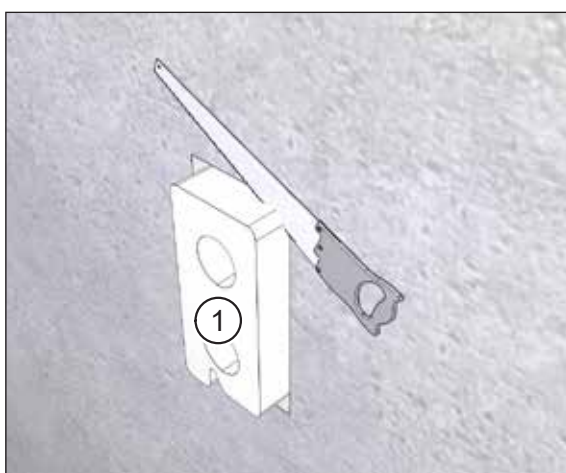
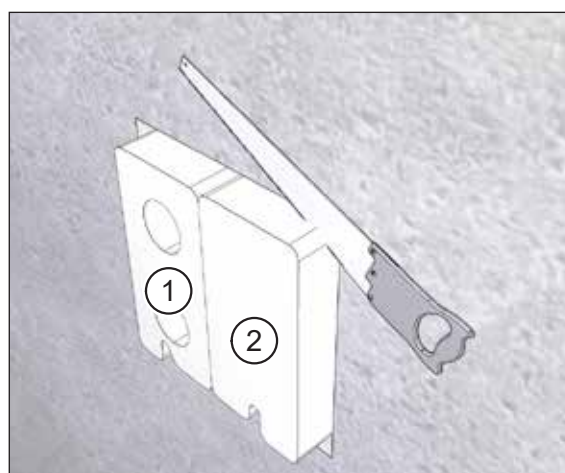

Fig. 22 : Adapter le caisson mural **sans** pièce de remplissage
Fig. 23 : Adapter le caisson mural **avec** pièce de remplissage
- ▶ Raccourcissez, avec une scie pour polystyrène, le caisson mural qui dépasse (pos. 1 dans Fig. 22 et Fig. 23) et, le cas échéant, la pièce de remplissage (pos. 2 dans Fig. 23), de telle sorte qu'ils soient de niveau avec le mur massif ou avec l'isolation mise en place.